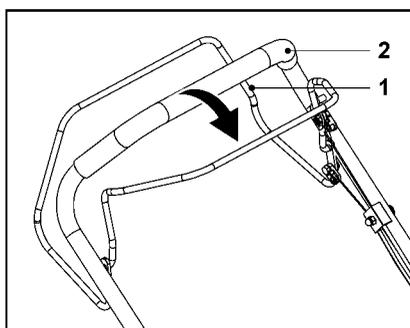

Рис. 13
1. Нажать рычаг включения самоходного режима (1) вперед и прижать его к ручке косилки (2), чтобы вращались задние колеса (рис. 13).
2. Отпустить рычаг включения самоходного режима (1), чтобы задние колеса перестали вращаться.